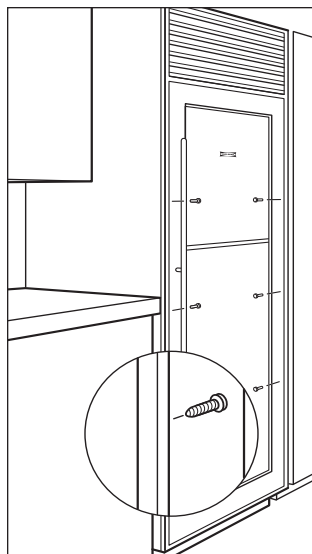

Abb. 12
- Drei 5 mm große Löcher durch beide Außenleisten bohren. Siehe Abbildung 12 weiter unten.